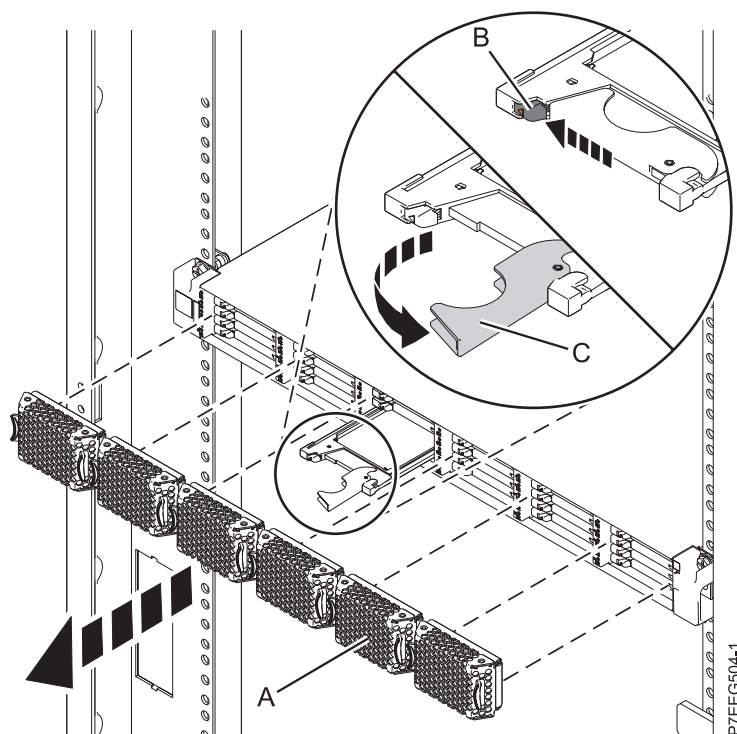

Figure 12. Retrait de l'unité SSD du boîtier de stockage PCIe 58/88
4. Retirez le panneau (A) qui couvre l'emplacement contenant l'unité SSD.
5. Lorsque le voyant d'identification de l'unité SSD s'allume et reste fixe, faites glisser doucement le taquet de déverrouillage (B) pour déverrouiller la poignée de l'unité. Pour plus d'informations, voir figure 12.
6. Saisissez la poignée (C) et tirez partiellement l'unité hors de l'emplacement.